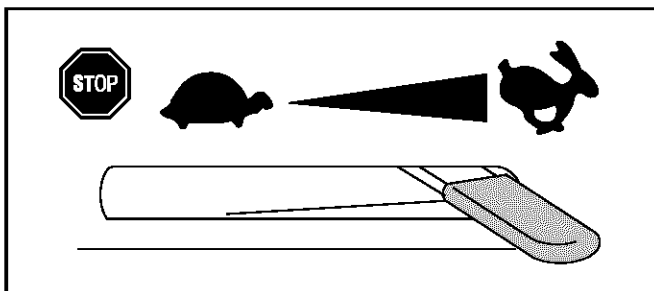

Figura 11
- Mueva la palanca de control del regulador a la posición FAST (rápido, representado por una liebre). Ver Figura 11.